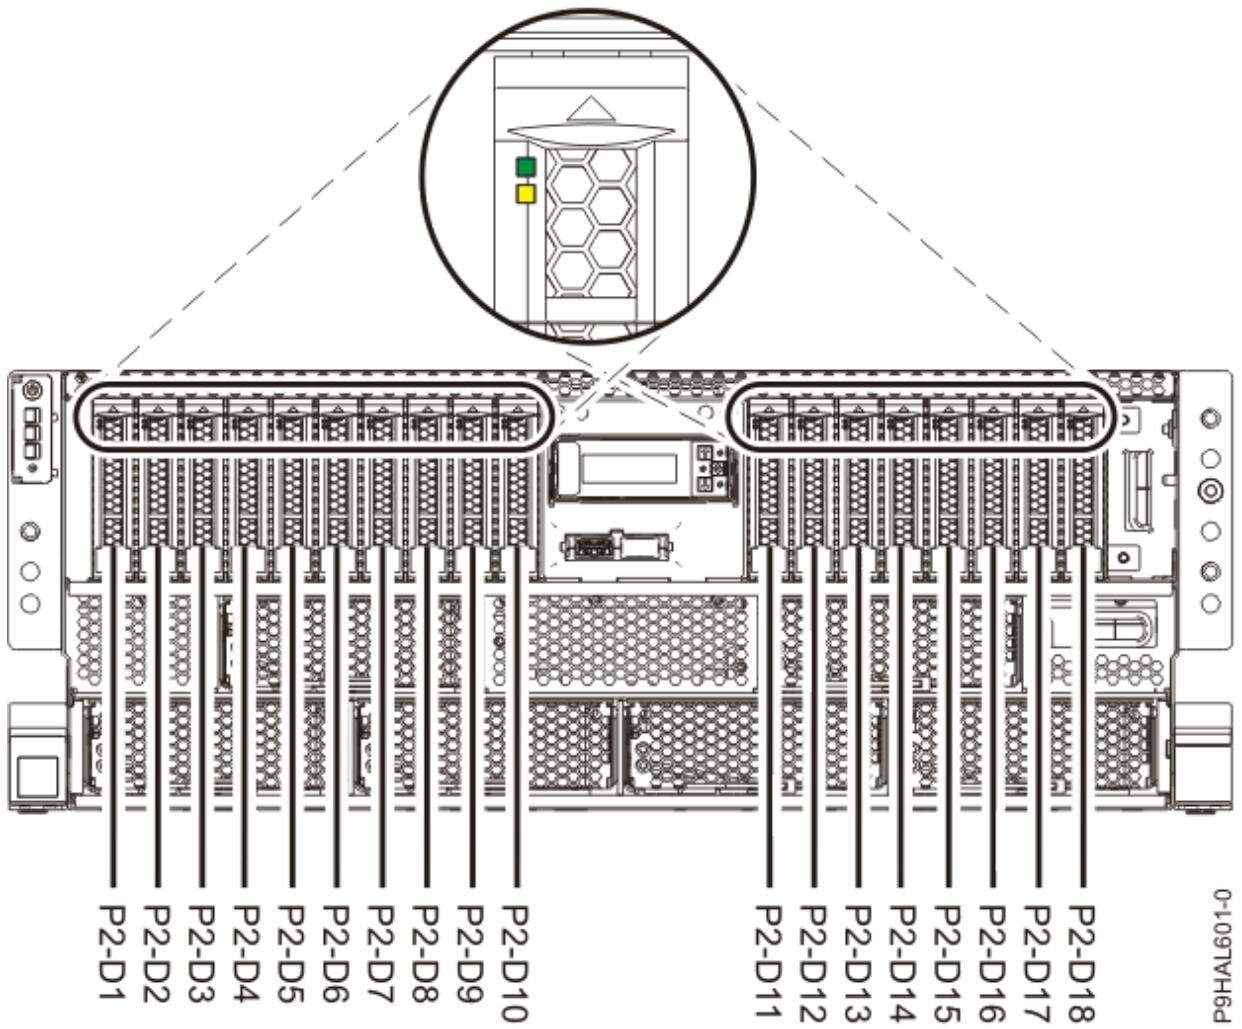
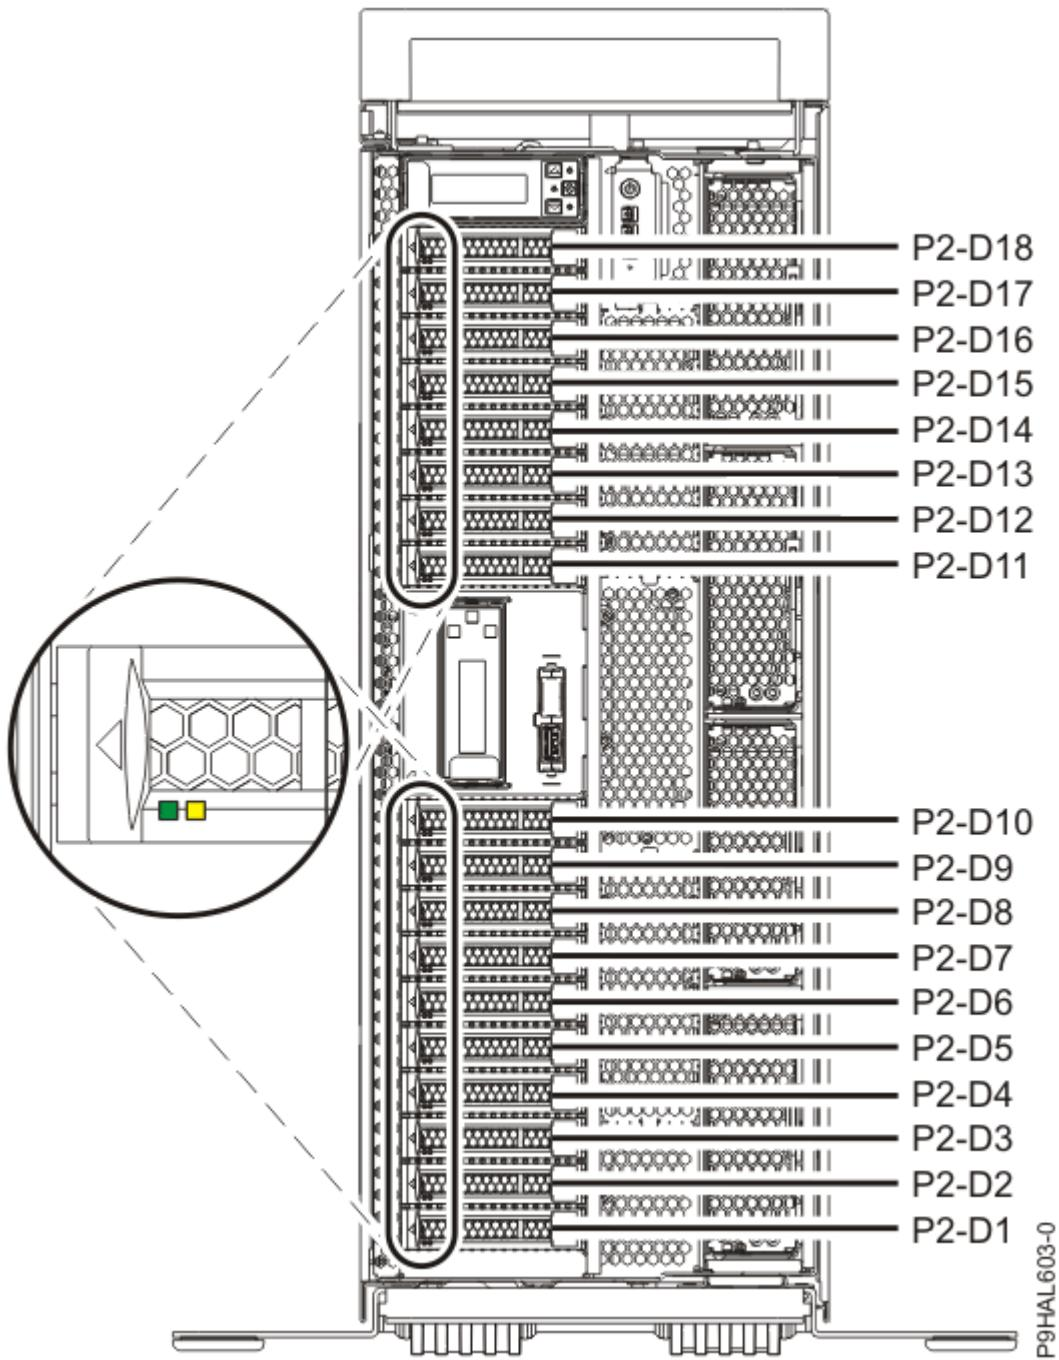

図 30. ラック・マウント型 9009-41A、9009-41G、9009-42A、9009-42G、9223-42H、または 9223-42S システムのディスク・ドライブまたはソリッド・ステート・ドライブおよびサービス・インジケーターの位置
図 31. スタンドアロン型の 9009-41A システムまたは 9009-41G システムのディスク・ドライブまたはソリッド・ステート・ドライブおよびサービス・インジケーターの位置
- 55 ページの図 30 および 56 ページの図 31 は、ラック・マウント型システムおよびスタンドアロン・システムのディスク・ドライブまたはソリッド・ステート・ドライブ、およびサービス・インジケーターの位置を示しています。